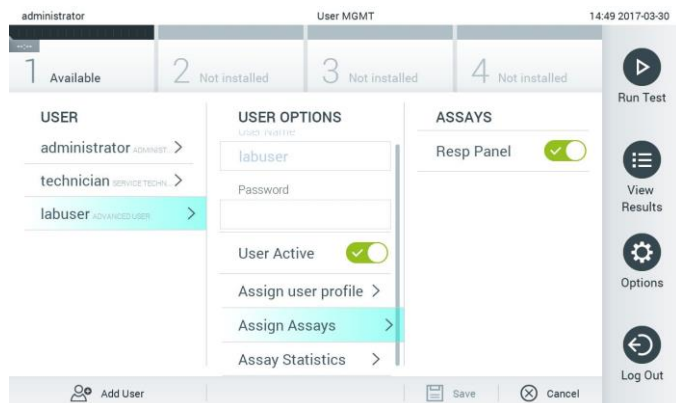

图 50. 为用户分配检测。
- Assign Assays（分配检测）：可从用户允许运行的检测数据库中定义检测。从内容区域右侧的列表中选择检测（图 50）。